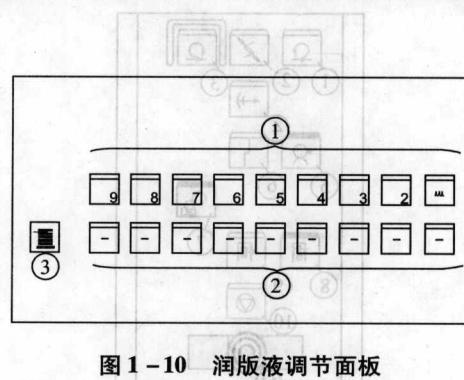

图 1-10 润版液调节面板
润版液调节面板如图 1-10 所示，各按键的功能与作用如下：①—增加润版液量按键；②—减小润版液量按键；③—抽取样张按键。